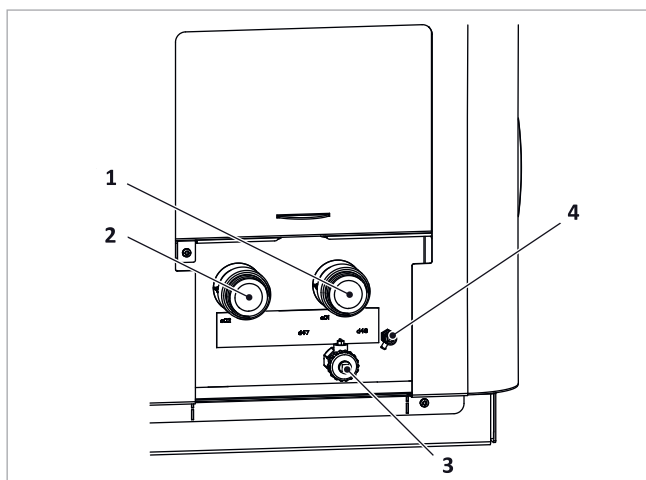

Fig. 18: SolvisLea: conexión hidráulica
2. Liberar de gases el sistema de tuberías en la bomba de calor accionando la purga, véase la ➔ Fig. 18 (4).